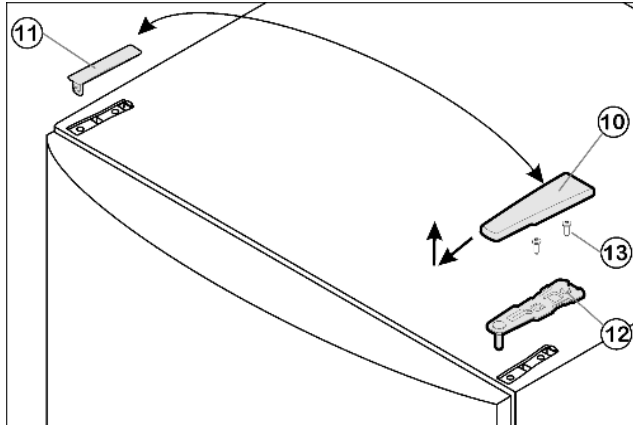

Fig. 6
- Kryt Fig. 6 (10) stáhněte dopředu a nahoru.
- Kryt Fig. 6 (11) zvedněte.
- Horní stojan ložiska Fig. 6 (12) odšroubujte (2 krát Torx 25) Fig. 6 (13) a stáhněte nahoru.
- ▶ Horní stojan ložiska Fig. 6 (12) vložte na nové straně závěsu do dveří.
- ▶ Horní stojan ložiska Fig. 6 (12) přišroubujte (s 4 Nm) (2krát Torx 25) Fig. 6 (13). Dírky pro šrouby případně předem propíchněte nebo použijte akumulátorový šroubovák.
- ▶ Kryt Fig. 6 (10) a kryt Fig. 6 (11) zatlačte vždy na opačné straně.